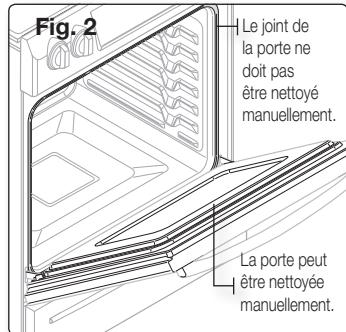

Fig. 2
- Ne nettoyez pas le joint en lui-même. La fibre de verre utilisée pour le joint de la porte ne résiste pas au nettoyage. Le joint doit absolument rester intact. Si vous constatez qu'il s'use ou se rétracte, remplacez-le. (Fig. 2).